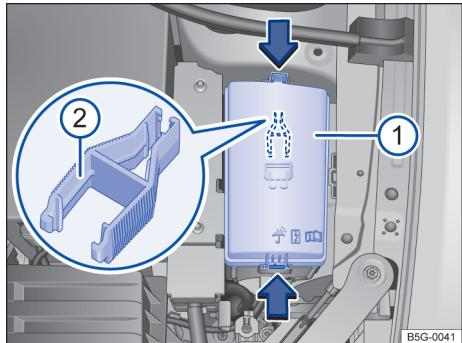

Fig. 209 No compartimento do motor: cobertura (1) da caixa de fusíveis com pinça de plástico (2).
- Pressionar os travamentos no sentido da seta → Fig. 209 (seta), para destravar a cobertura da caixa de fusíveis → Fig. 209 (1).
No lado interno da cobertura da caixa de fusíveis no compartimento do motor, pode haver uma pinça de plástico para a retirada dos fusíveis → Fig. 209 (2). ▲